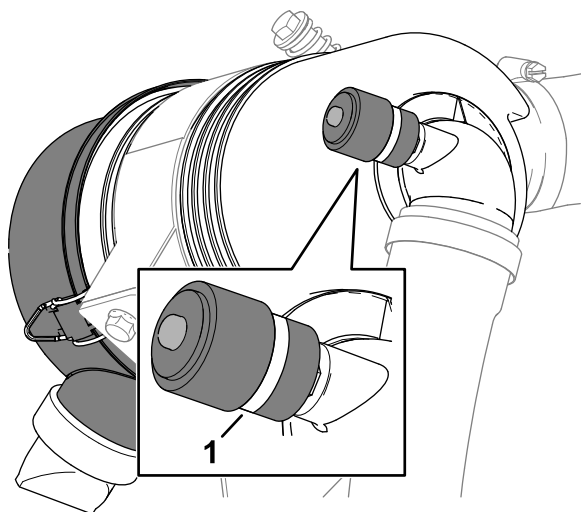

Рисунок 80
3. Проверьте индикатор обслуживания, расположенный на конце корпуса воздушного фильтра (Рисунок 80).